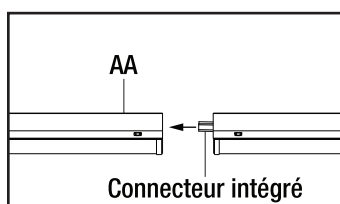
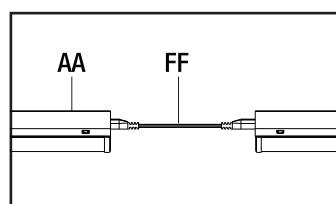

Fig. 1
Fig. 2
- Connectez chaque luminaire supplémentaire à l'aide du câble de liaison (FF) ou de bout en bout avec le connecteur intégré sur le luminaire. Connectez-vous bout à bout avec le connecteur intégré sur le luminaire (voir Fig. 1) ou insérez le câble de liaison (FF) (voir Fig. 2) dans la prise située à l'extrémité de chaque corps de luminaire (AA). Lors de l'utilisation du câble de liaison (FF), la distance maximale entre deux luminaires est de 12 pouces.